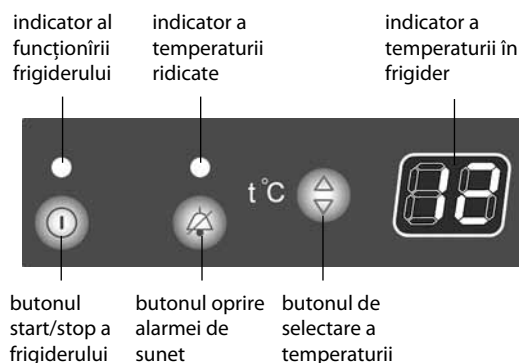

Figura 3
2.1.1 Ghestionați funcționarea frigiderului apăsând butoanele corespunzătoare ale unității de comandă, în conformitate cu figura 3.
2.1.2 Indicatoarele LED așa cum se arată în Figura 3 indica lucrul/oprirea frigiderului, temperatura majorată în cameră, indicatorul numeric
2.2.1 Porniți frigiderul apăsând butonul  așa cum se arată în figura 3 - se va aprinde indicatorul funcționării frigiderului și începe să clipească litera «H» pe indicatorul numeric de temperatură.
2.3.1 Setarea temperaturii se produce prin apăsarea butonului  în conformitate cu figura 3. Pe display-ul digital al temperaturii va începe a clipi indicația temperaturii în grade Celsius. După apăsarea repetată a butonului  valoarea numerică a indicatorului crește pînă la valoarea maximă, și apoi se resetează la valoarea cea mai mică.
apăsarea butonului  (cu ușa deschisă), așa cum se arată în figura 3, sau când opriți frigiderul.